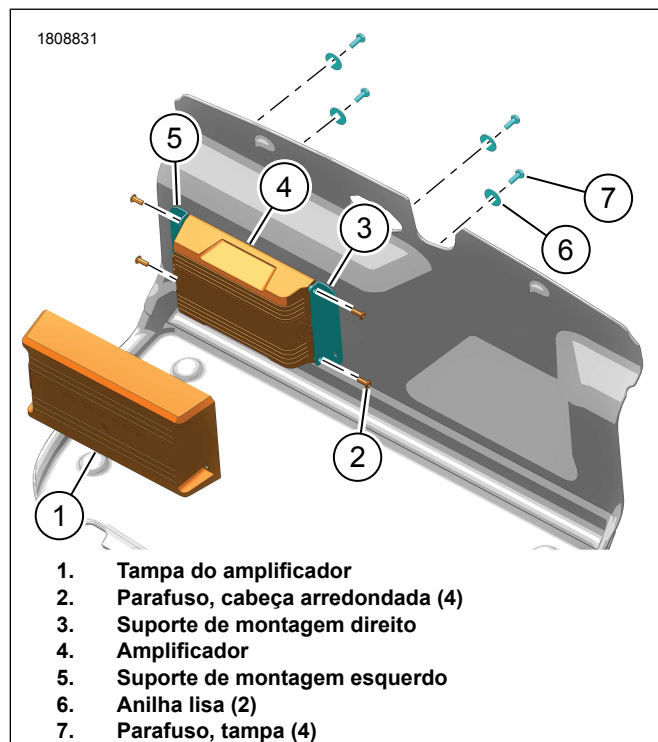

Figura 5. Suportes de montagem do amplificador
5. Figura 5 Instale a unidade do amplificador.